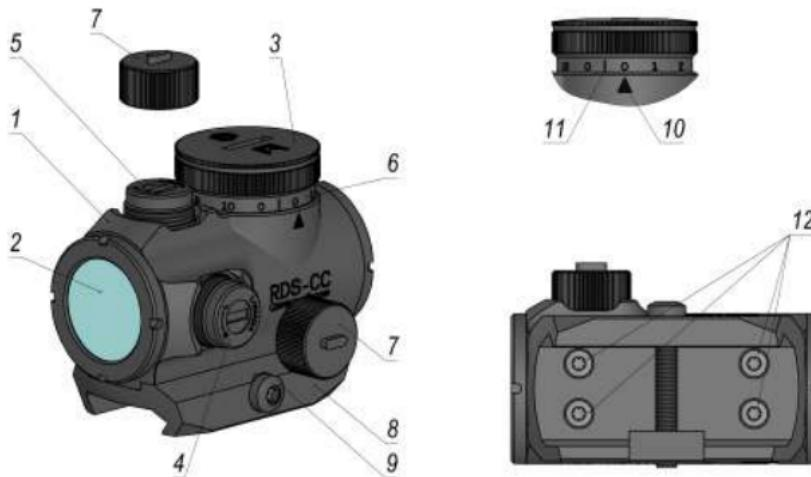

Рисунок 1 – Устройство прицела коллиматорного RDS-CC
При установке на оружие прицел фиксируется винтом (9) (см. рисунок 1).
Включение и регулировка яркости прицельной марки производится поворотом рукоятки (6) из положения «0» по часовой стрелке от минимального уровня яркости «1» до максимального «10» или из положения «0» против часовой стрелки от максимального «10» до минимального «1» в зависимости от того, с какой стороны от метки (10) на корпусе расположен штрих (11) (см. рисунок 1). Между смежными положениями «0» рукоятки предусмотрен разграничающий упор.